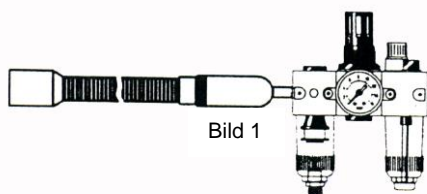

Bild 1
- Vor dem Anschluss der Schleifmaschine ist die Druckluftleitung (der Druckluftschlauch) gut durchzublasen, um eventuell vorhandene Schmutzpartikel zu entfernen. (Bild 1)